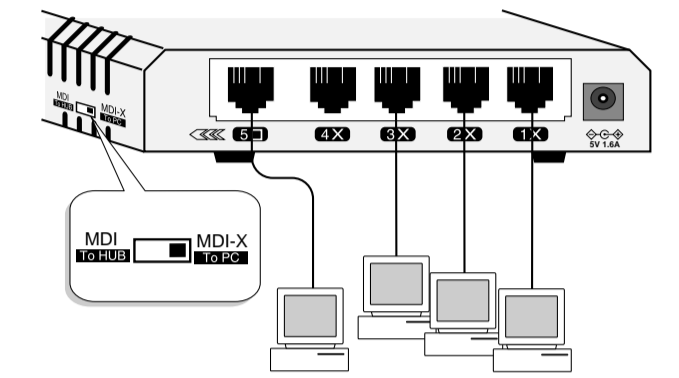

図3 スタンドアロンの接続例
- 本体背面の10BASE-T ネットワークポートのひとつにUTPケーブルを接続します。RH505Eのポート5またはRH509Eのポート9にPCを接続する場合は、MDI/MDI-X切替スイッチをMDI-X(To PC)に設定してください(図3)。ハブやスイッチへの接続については「カスケード接続」の節を参照してください。